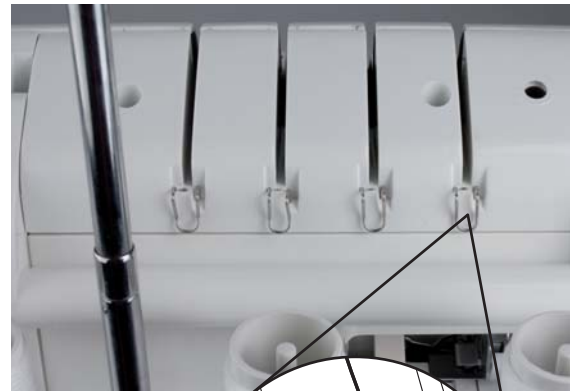

Abb.30
2. Fädeln Sie den Faden in die Fadenführung ein, indem Sie den Faden nach unten ziehen, bis er unter die Fadenführung rutscht (2) (Abb. 30).